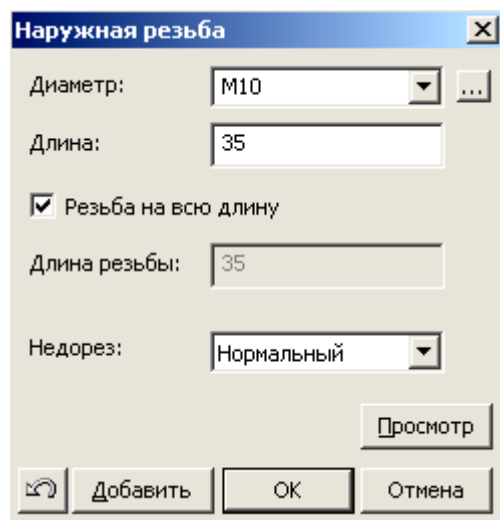

Рисунок 4.3
4. В диалоге (см. Рисунок 4.3) укажите параметры резьбы: